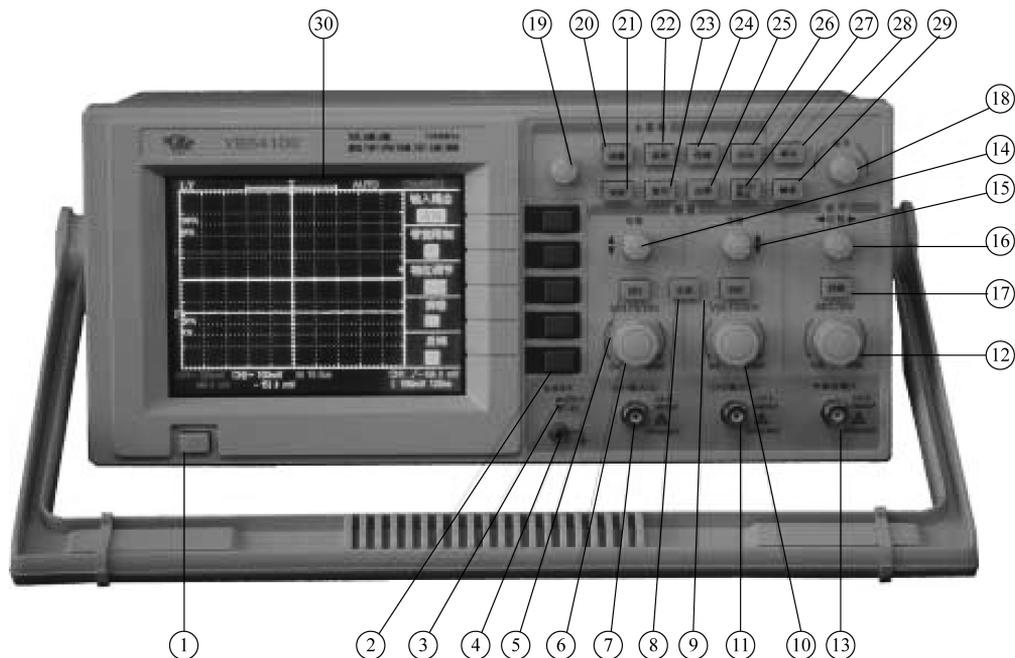

图 2-2 YB54100 示波器前面板
(1) 为了更好地使用 YB54000 系列数字存储示波器, 首先需要了解示波器的面板操作和用户界面的设置, YB54100 示波器前面板如图 2-2 所示。